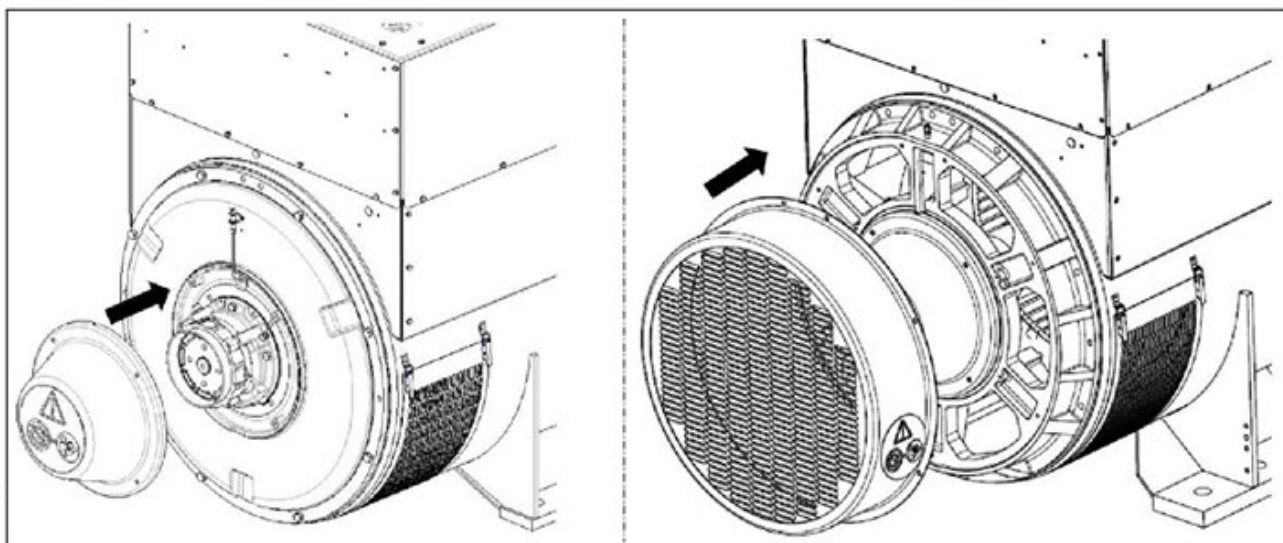

图 18. 转子运输支撑盖子取下和安装说明
1. 取下所有必要的盖子，以便能操作转子运输支撑螺钉。请参阅： 图 18 在第 xx 页 31。
1. 取下所有必要的盖子，以便能操作转子运输支撑堵洞螺钉。请参阅： 图 18 在第 xx 页 31。